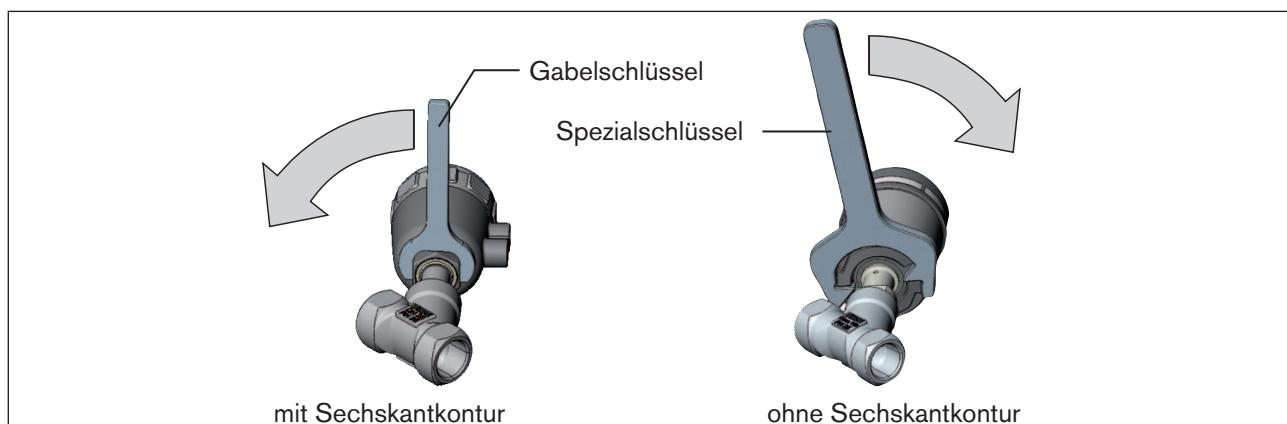

Bild 25: Drehen mit Spezialschlüssel / Gabelschlüssel
- Das Antriebsmodul nur im vorgegebenen Richtungssinn drehen (siehe „Bild 25“) !